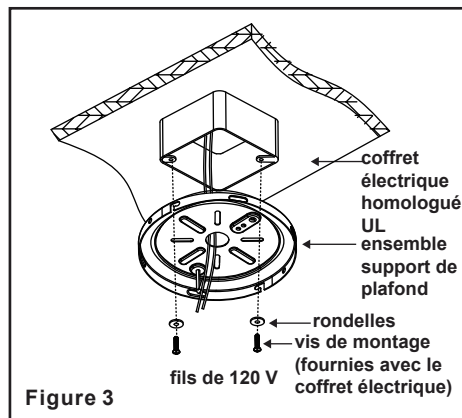

Figure 3
Étape 1 : Vérifiez la boîte à prises existante (non incluse) pour vous assurer qu'elle est solidement fixée en deux points au moins à un élément structural du plafond et peut supporter tout le poids du ventilateur. Une fois la vérification effectuée, installez l'ensemble support de plafond sur la boîte à prises à l'aide des vis et des rondelles fournies avec la boîte à prises (Figure 3).